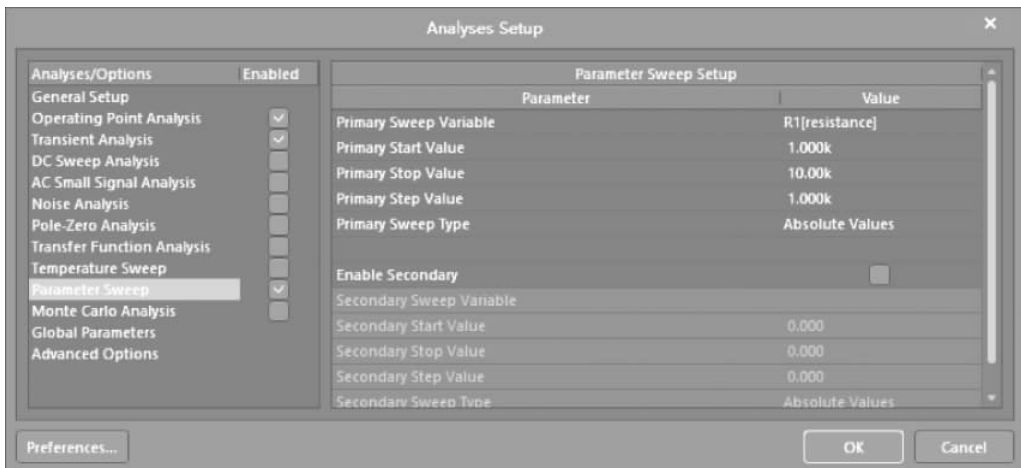

图 3-46 设置仿真参数界面 2
① 选中 Operating Point Analysis、Transient Analysis 和 Parameter Sweep 选项,执行直流工作点、瞬态分析和参数扫描功能。
② 将 Collect Data For 设置为 Active Signals/Probes。
③ 将 IN 和 OUT 添加到 Active Signals 栏中。
(3) 选择 Parameter Sweep 选项,出现如图 3-46 所示的 Parameter Sweep Setup(参数扫描设置)界面。按下面参数设置。
① Primary Sweep Variable: R1 [resistance]。
② Primary Start Value: 1.000k。
- ③ Primary Stop Value: 10.000k。
- ④ Primary Step Value: 1.000k。
- ⑤ Primary Sweep Type: Absolute Values。
- ⑥ 其他按默认参数设置。
(4) 单击 OK 按钮,退出分析设置界面。在 AD 主界面主菜单下选择 Simulate→Run 'Mixed Sim' Simulation,开始执行仿真。